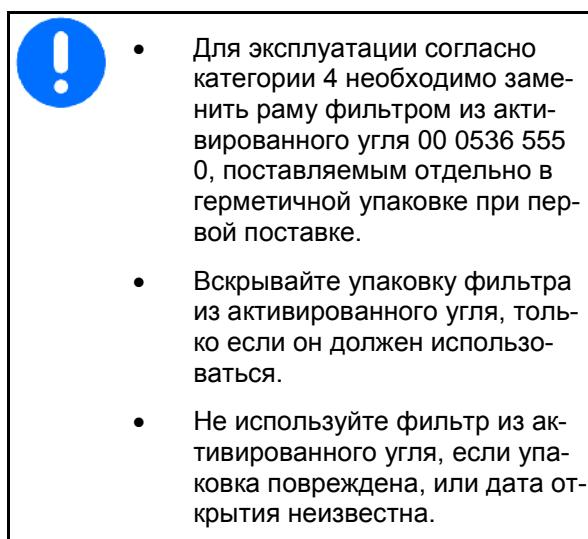

Рис. 187
1. Откройте крышку (Рис. 187/1) слева на крыше кабины.
2. Разблокируйте фильтр (Рис. 187/2), извлеките его и замените.